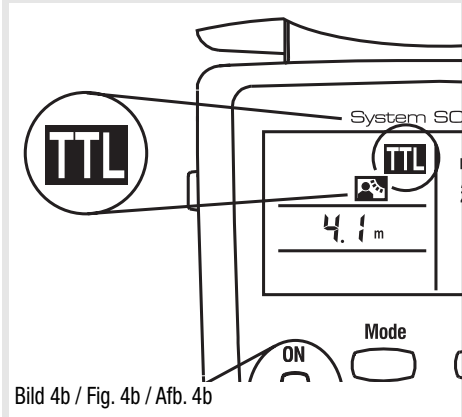

Bild 4b / Fig. 4b / Afb. 4b
- Matrix-gesteuertes Aufhellblitzen  (nur mit SCA 3402 und einer geeigneten Nikon-Kamera, siehe Bedienungsanleitung des SCA-Adapters und der Kamera, Bild 4b)